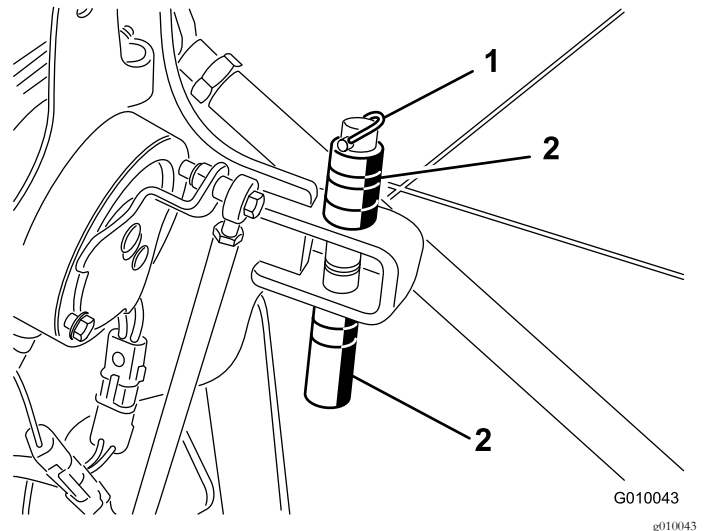

Figura 28
2. Retire o pino de sujeição que segura os espaçadores e os pinos de profundidade (Figura 28).